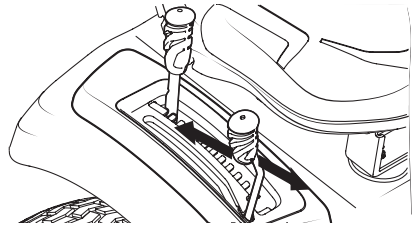

Figure 28
2. Poussez le levier vers l'avant pour embrayer la prise de force. Voir Figure 28.